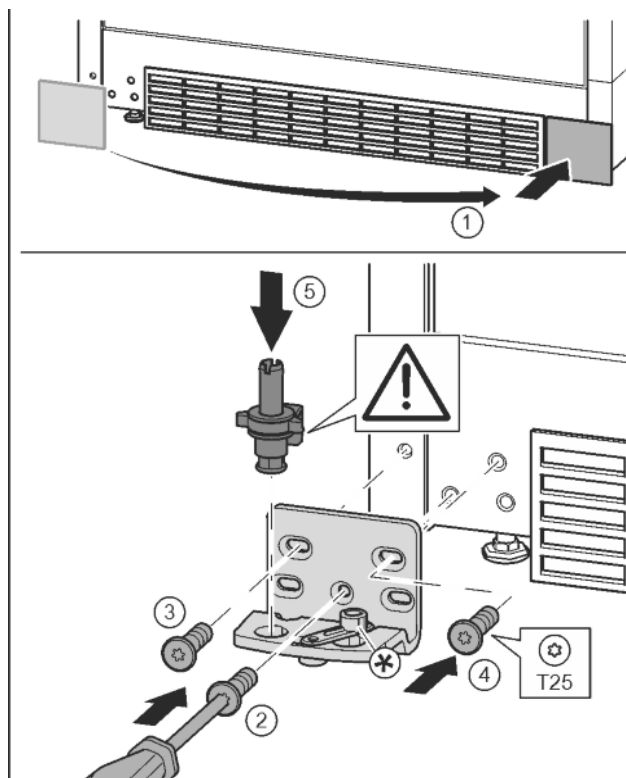

Fig. 13
- ▶ Skinite pokrov i postavite ga na drugoj strani. Fig. 13 (1)
- ▶ Postavite podložak ležaja na drugoj strani i zavijte pomoću odvijača T25. Započnite s vijkom 2 dolje u sredini. Fig. 13 (2)
- ▶ Pritegnite vijak 3 i 4. Fig. 13 (3, 4)
- ▶ Kompletno umetnite podložak ležaja. Pri tome pazite da je ispučenje za blokiranje okrenuto prema otraga. Fig. 13 (5)